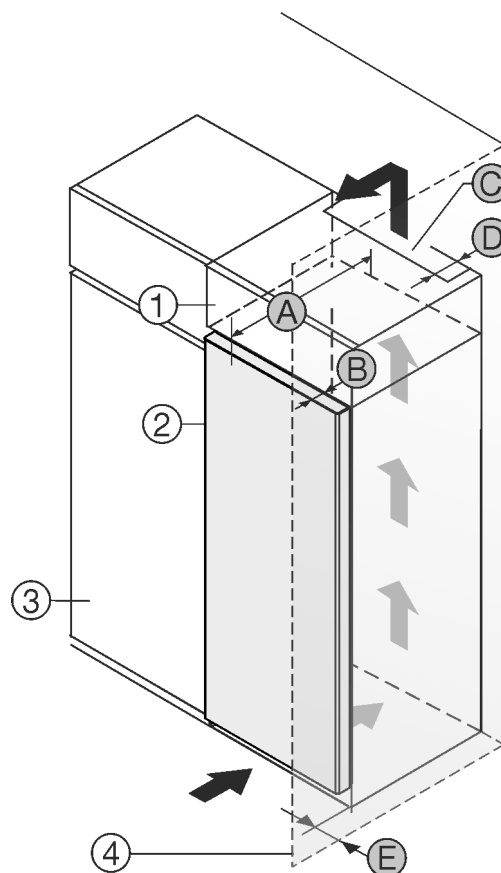

Fig. 1
Můžete přístroj nainstalovat přímo vedle kuchyňské skříňky Fig. 1 (3)*.
Na zadní straně nastavné skříňky musí být větrací šachta hluboká Fig. 1 (D) přes celou šířku nastavné skříňky.*
Pod stropem místnosti musí být dodržen ventilační průřez Fig. 1 (C)*.
Když přístroj instalujete závěsy vedle stěny Fig. 1 (4), musí být vzdálenost mezi přístrojem a stěnou minimálně 13 mm.*
Když přístroj instalujete závěsy vedle stěny Fig. 1 (4), musí být vzdálenost mezi přístrojem a stěnou minimálně 20 mm.*
Aby bylo možné dvířka plně otevřít, musí přístroj přesahovat o hloubku dvírek Fig. 1 (B) vůči přední linii kuchyňské skříňky. V závislosti na hloubce kuchyňských skříněk Fig. 1 (3) a použití vymezovačů odstupů od stěny může přístroj vyčnívat dále.*